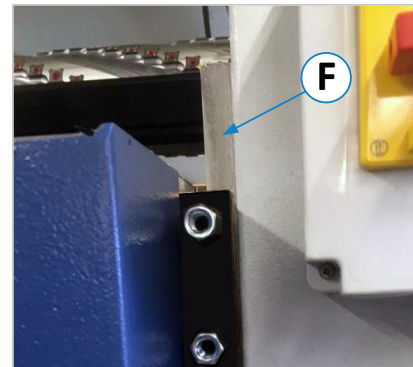

Abbildung 58: Führungsbahnen fetten
- Die beiden seitlichen Führungsbahnen (F) am Dickentisch (vorne und hinten) monatlich leicht einfetten (⇒ Abbildung 58).